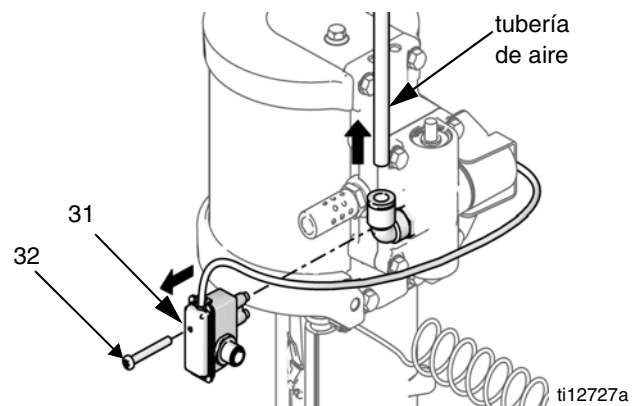

FIG. 3: Retiro del conjunto de interruptor de láminas y la tubería de aire
1. **Para motores con DataTrak:** Retire el tornillo para desconectar el interruptor de láminas de la válvula de aire. Vea la FIG. 3, página 9.
2. Use una llave de tubo de 10 mm para retirar cuatro tornillos (18). Retire la válvula de aire (17) y la junta (16*♦).
4. Quite cuatro tornillos (18) y retire el colector (15*) y las dos juntas (14*).
5. Use una llave de tubo de 10 mm para retirar las válvulas piloto (19) de las cubiertas superior e inferior.